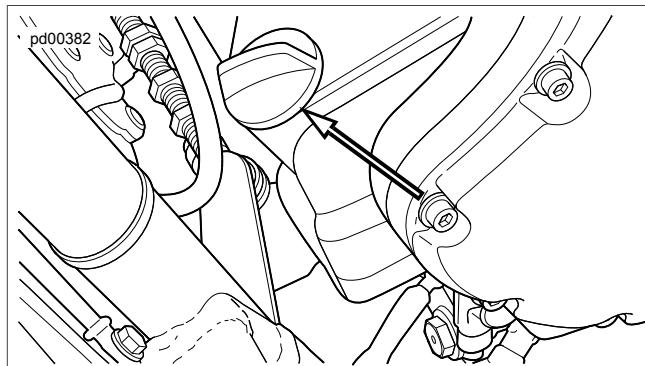
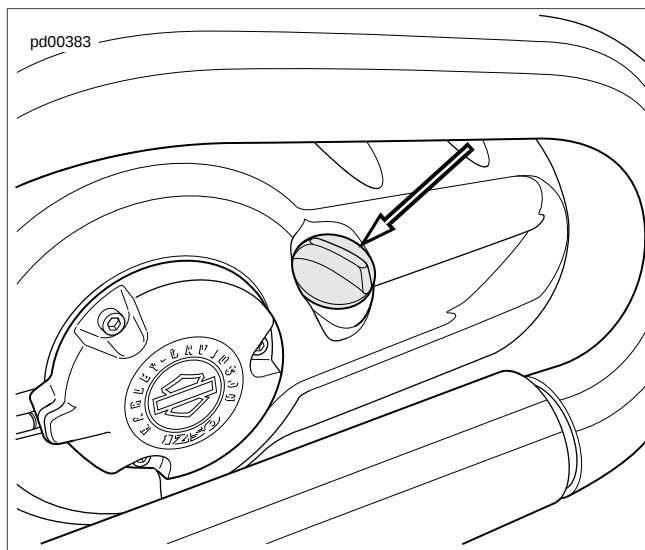

Figure 1-1. Bouchon de remplissage de jauge
Figure 1-2. Bouchon de remplissage de jauge (VRSCF seulement)
2. Voir Figure 1-1 ou Figure 1-2. Retirer le bouchon de remplissage d'huile (avec la jauge attachée) en le tournant dans le sens antihoraire. Retirer le bouchon de remplissage et la jauge, et essuyer cette dernière.
3. Voir Figure 1-1 ou Figure 1-2. Retirer le bouchon de remplissage (avec la jauge attachée) situé sur le devant du
- Voir Figure 1-1. Retirer le bouchon de remplissage d'huile/la jauge sur la gauche.
- Voir Figure 1-1. Sélectionner la qualité d'huile appropriée pour la température la plus basse prévue avant la prochaine vidange d'huile. Voir Tableau 1-7.